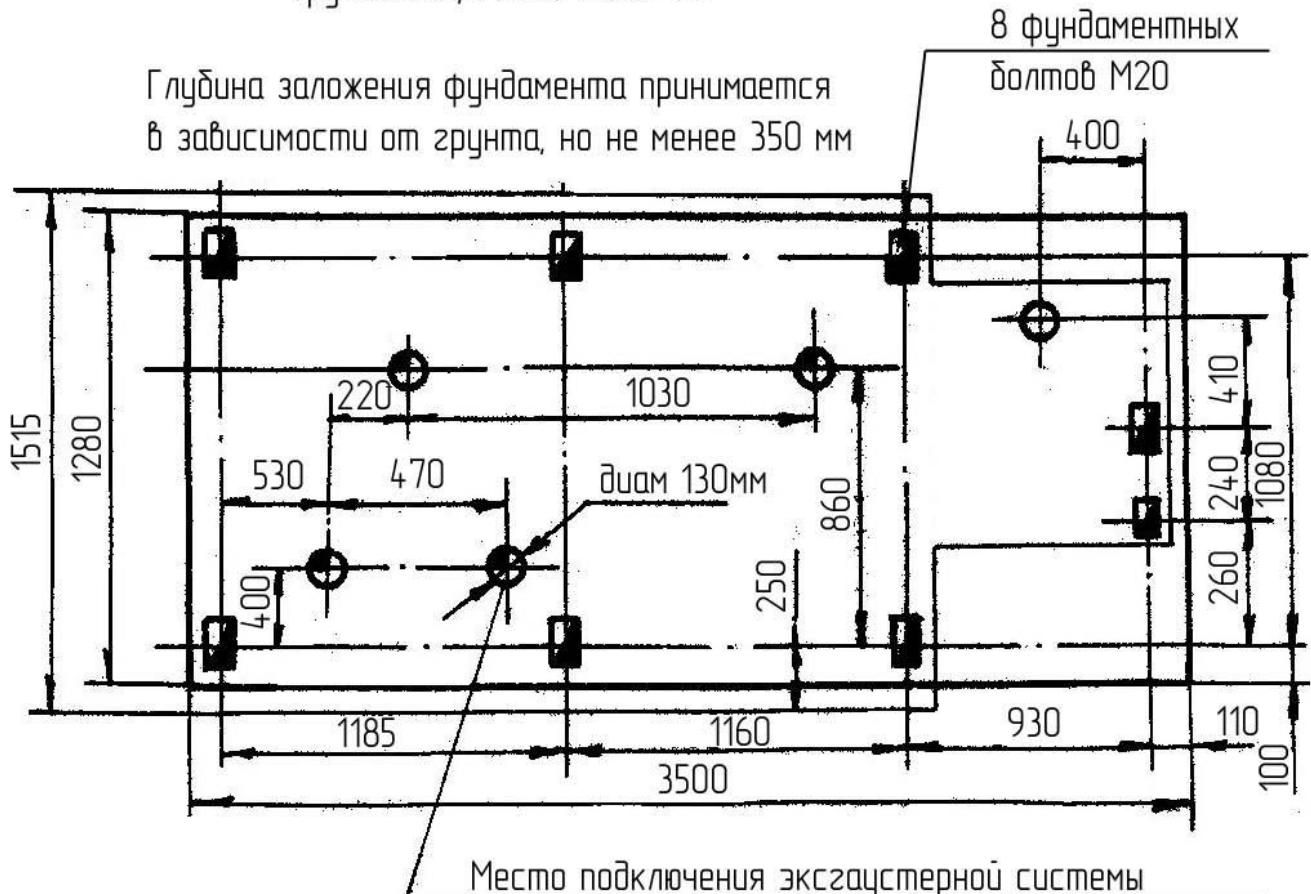

Рис. 24. Схема установки станка
9.4.1. Схема установки станка модели С25-4М приведена на рис. 24